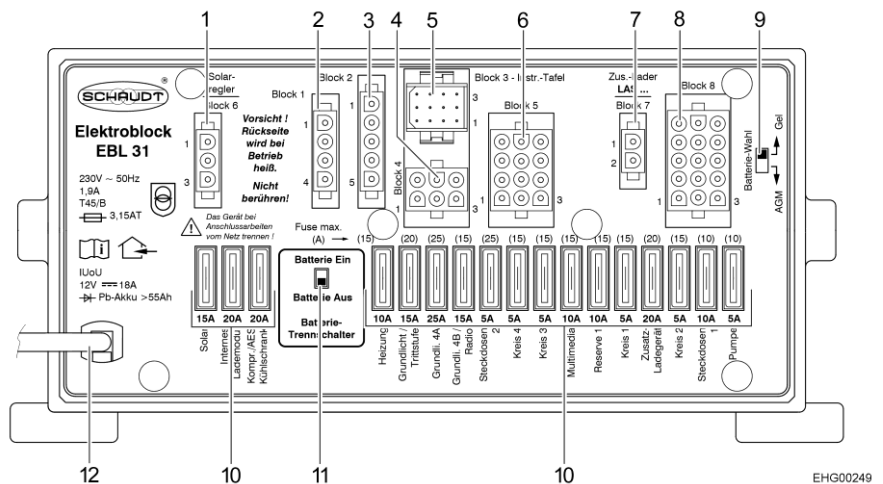

Fig. 66 Centralina elettrica (EBL 31)
- ▷ Per staccare tutte le utenze elettriche a 12 V dall'alimentazione di tensione ed evitare che la batteria dell'abitacolo si scarichi, posizionare l'interruttore staccabatteria (Fig. 66,11) sulla centralina elettrica su "Batterie Aus" (batteria Off).
- ▷ Utenze come caricabatteria, regolatore di carica del pannello solare, pannello di controllo o utenze simili, assorbono corrente dalla batteria, anche se l'interruttore principale a 12 V del pannello di controllo (Fig. 67,6) è disinserito. Per questo motivo posizionare l'interruttore staccabatteria (Fig. 66,11) sulla centralina elettrica su "Batterie Aus" (Batteria Off) quando il veicolo non viene utilizzato per lungo tempo.